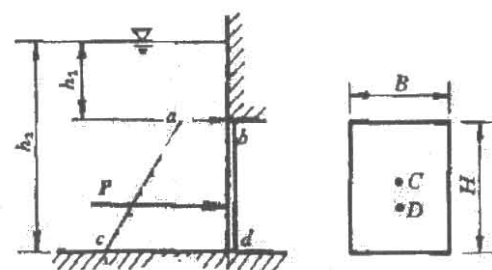

图 4 平板闸门示意图
- 4、铅直放置的矩形平板闸门如图 4 所示。已知  $h_1 = 1m$ ,  $H = 2m$ ; 宽度  $B = 1.2m$ , 求总压力以及作用点位置。